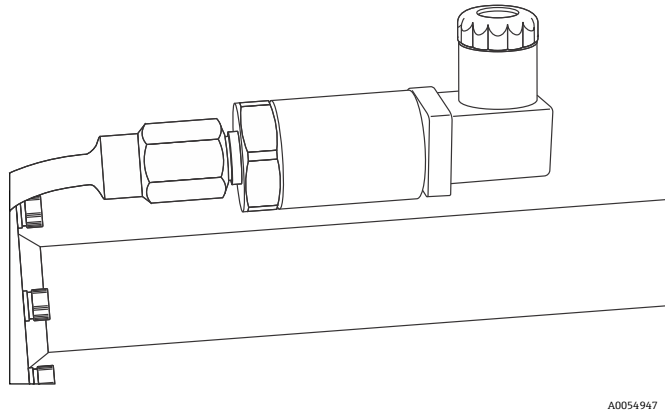

Abbildung 44: Position des neu montierten Drucksensors
- ▶ Sicherstellen, dass der schwarze Steckverbinder am Boden des Drucksensors von der Messzelle aus nach oben zeigt. Siehe Abbildung 44 unten.